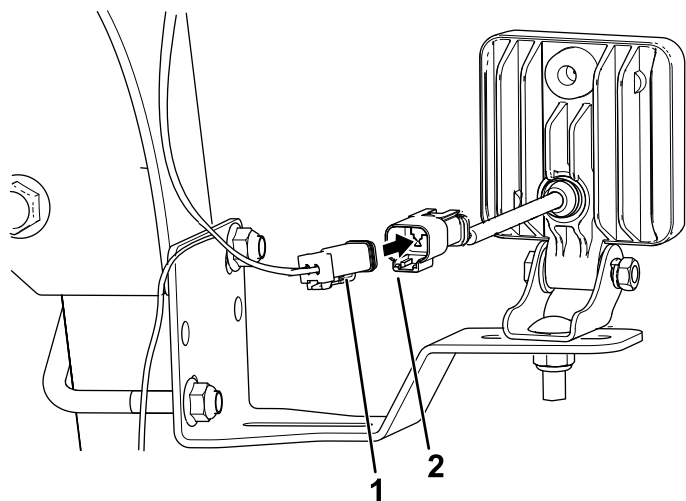

図 19
1. ライトスイッチ上方の LED ライトで、ワイヤハーネスの2ソケットコネクタに、LED ライトの2ピンコネクタを接続する 図 19。
2. 機体の反対側で、ワイヤハーネスの2ソケットコネクタに、LED ライトの2ピンコネクタを接続する 図 19。